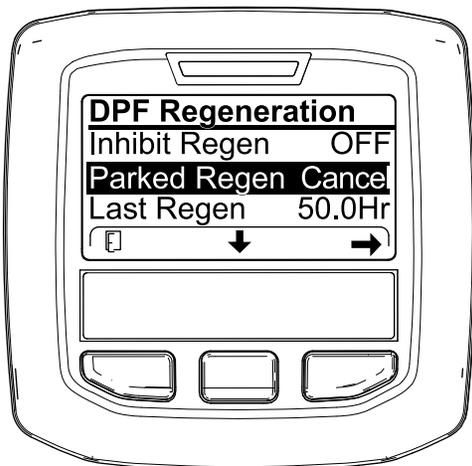

Figura 61
1. Acesse ao menu Regeneração do filtro de partículas de gásóleo (Figura 61).
2. Prima o botão central para ir até à opção CANCELAR REGENERAÇÃO EM ESTACIONAMENTO (Figura 61) ou CANCELAR REGENERAÇÃO DE RECUPERAÇÃO (Figura 62).
3. Pressione o botão direito para seleccionar a entrada Cancelar regeneração (Figura 61 ou Figura 62).